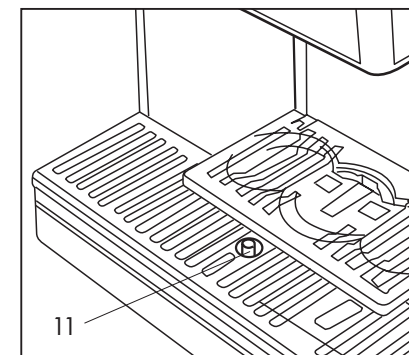

Abb. 17
Wenn der rote Schwimmer (11) der Wanne aus dem Loch ragt (Abb. 17) bedeutet das, dass in der Wanne gesammelte Wasser den maximalen Füllstand überschritten hat.